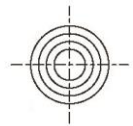

Fig. 2
2. Selbst bei einer 120 %-igen Überlastung der Klemme beträgt die Einschnitttiefe nur 0,2 bis 0,5 mm (abhängig von der Tragfähigkeit) und damit nur rund die Hälfte einer herkömmlichen Klemme. Zudem ist das Zahnprofil rund, das heißt, auf der abgehängten Last verbleiben keine unschönen Druckmarken (siehe Abb. 2).